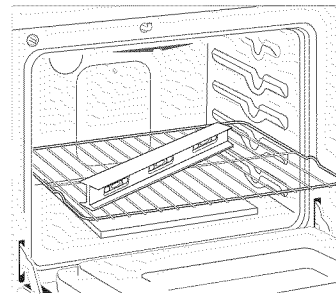

Figura 8
3. Verifique si la cocina está nivelada colocando una parrilla en el centro del horno y poniendo un nivel sobre esta (figura 8).
2. Ponga un nivel sobre la parrilla (figura 8). Tome dos lecturas con el nivel puesto diagonalmente en una dirección y después en la otra. Nivele la estufa, si es necesario, ajustando las 4 patas niveladoras con una llave de tuercas (figura 18).